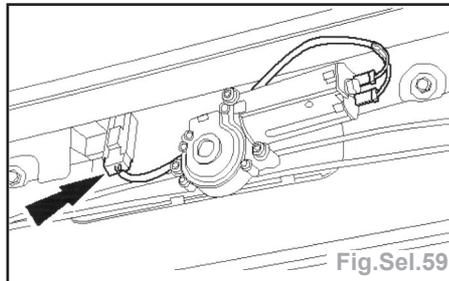

Fig.Sel.59
- Débrancher le connecteur de moteur de toit ouvrant (Fig.Sel.59).